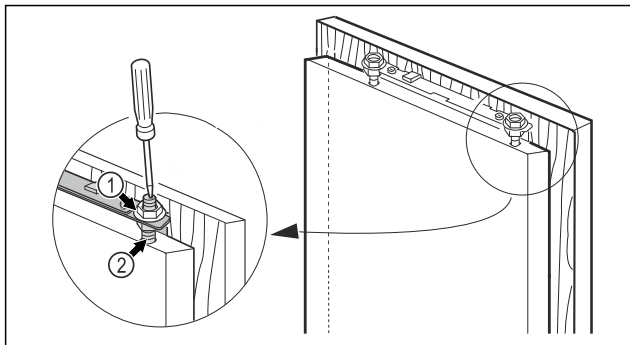

Fig. 23
- ▶ Spænd kontramøtrikkerne Fig. 23 (1) fast med en sekskantnøgle 13, og hold samtidigt imod justeringsboltene Fig. 23 (2) med en skruetrækker.